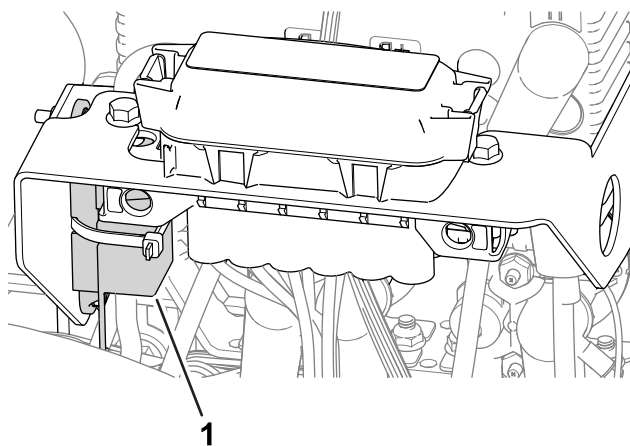

Figura 53
- O fusível do motor da roda esquerda (60 A) encontra-se sob a cobertura no lado esquerdo da máquina, junto dos fusíveis do circuito da transmissão do cilindro (Figura 53).